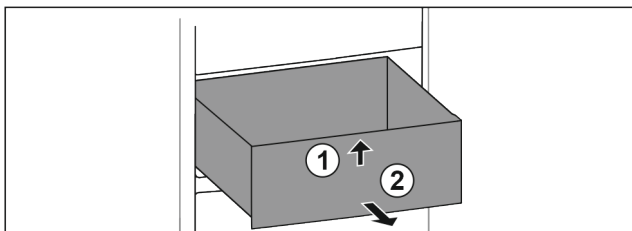

Fig. 120
- ▶ Unieść szufladę z przodu. Fig. 120 (1)
- ▶ Wyjąć szufladę do przodu. Fig. 120 (2)